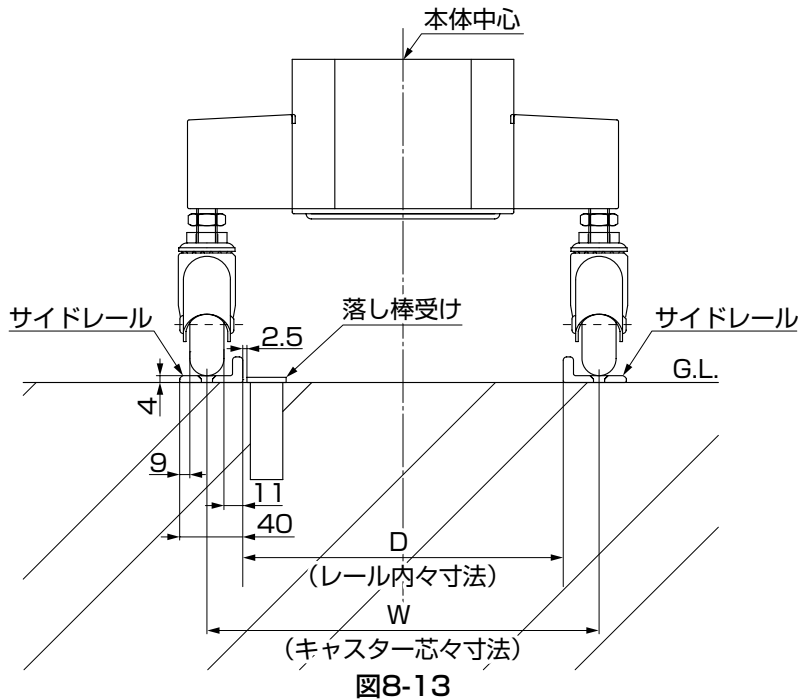

図8-13
③落下棒受けは本体設置後、本体落下棒の位置に合わせて地盤に指定の孔加工をしてください。(図8-13参照)